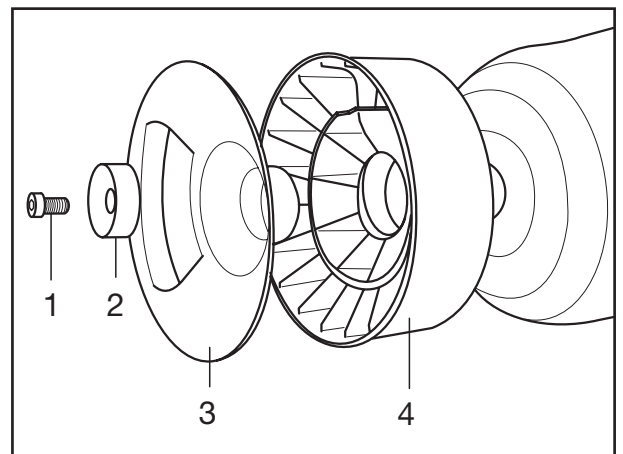

Fig. 13
- [3] Schraube mit Innensechskant (Fig. 13/1) bzw. Gewindehülse herausschrauben und mit Formteil (Fig. 13/2) aus der Federglocke nehmen.
- [4] Federglocke (Fig. 13/4) mit Formblech (Fig. 13/3) abnehmen.
- [3] Unscrew and remove the bolt with internal hexagon socket (Fig. 13/1) or threaded sleeve and remove it from the piston along with the shaped part (Fig. 13/2).
- [4] Remove the piston (Fig. 13/4) along with the shaped plate (Fig. 13/3).
- [3] Dévisser la vis à tête hexagonale pans creux (Fig. 13/1) ou la douille filetée et la retirer du piston de ressort avec la pièce profilée (Fig. 13/2).
- [4] Déposer le piston de ressort (Fig. 13/4) avec la tôle de raccordement (Fig. 13/3).